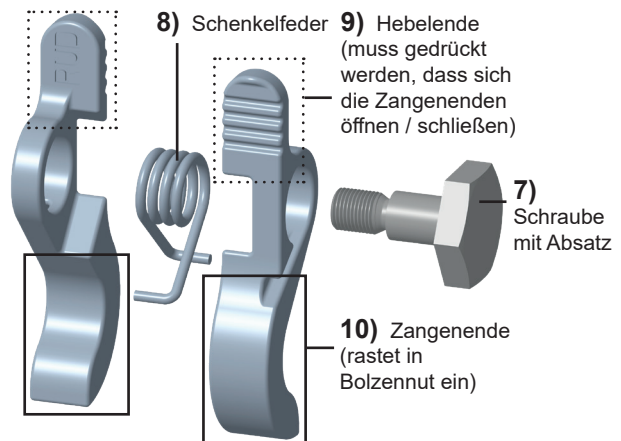

Abb. 3: Zangenverschluss (Einzelteile)
(Detailansicht Zangenverschluss siehe Abb. 3)
Wird nur ein Hebelende (Abb. 3) (1) betätigt, bleibt der Schäkelbolzen immer noch durch ein Zangenende verriegelt und kann nicht entnommen werden.